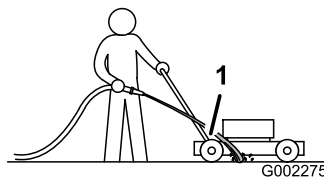

Figura 33
3. Sujete la manguera a la altura del manillar y dirija el agua para que fluya sobre el suelo justo por delante de la rueda trasera derecha (Figura 33).